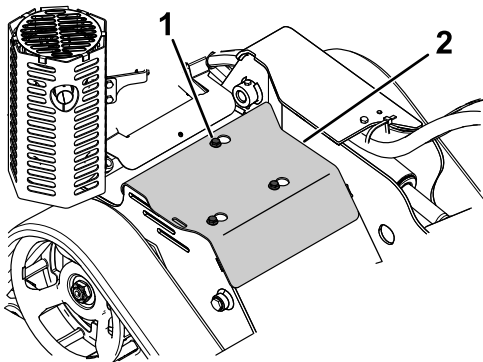

Figure 23
3. Desserrez l'un après l'autre les 3 boulons qui fixent le capot de protection au cadre jusqu'à ce que le capot se détache (Figure 23).
1. Boulon (3)
5. Pour monter le capot de protection avant d'utiliser la machine, glissez-le en place et resserrez les 3 boulons que vous avez desserrés précédemment (Figure 23).